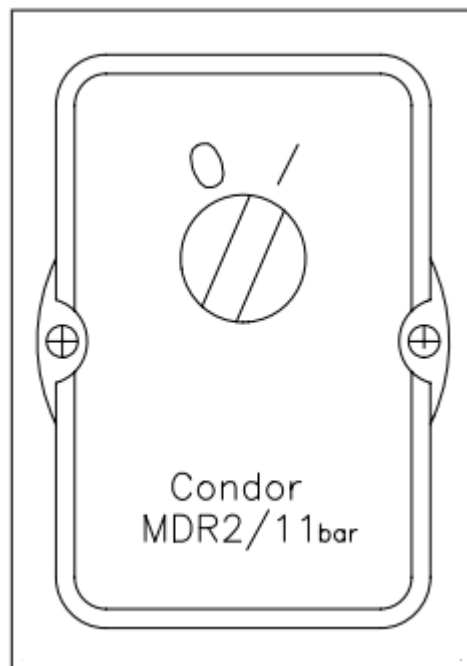

Abb. 2: 0/1-Schalter des Kompressors
- ◆ Stellen Sie den Einschaltknopf auf "0" (Abb. 2:).